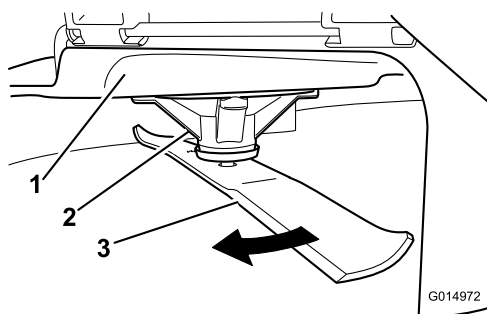

Figura 59
2. Purtați mânușile cu protecție corespunzătoare sau alte protecții adecvate pentru mâini și rotiți încet lama într-o poziție care vă permite să măsurați distanța dintre marginea de tăiere și suprafața uniformă pe care se află maina (Figura 59).